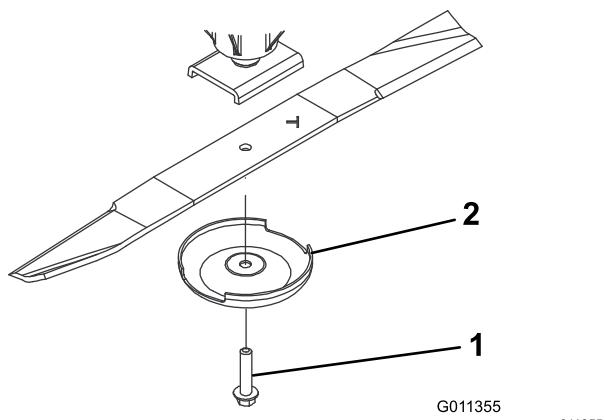

Figure 74
3. Enlevez le boulon, la coupelle de protection et la lame de l'axe de pivot (Figure 74).